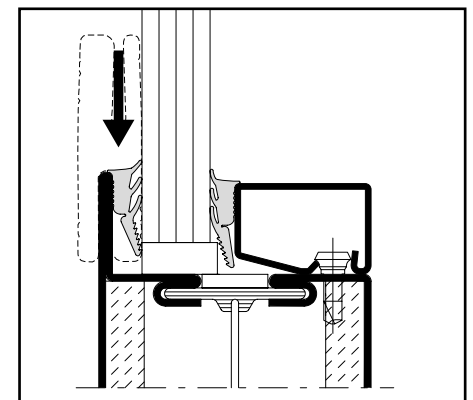

Abb. 27 / Fig. 27 / Fig. 27
- Keildichtungen auf Seite Profillappen mit leichtem Übermass in 45°-Gehung zuschneiden und eindrücken Abstandhalter laufend entfernen (Abb. 27)
- Découper les joints à bourrer coté aile fixe d'onglet à 45° avec une légère surlongueur et les enfoncer (fig. 27). Retirer les pièces de distance
- Cut with small oversize the wedge weatherstrips in a miter joint on the profile lip side and press in (Fig. 27). Remove continuously the spacers